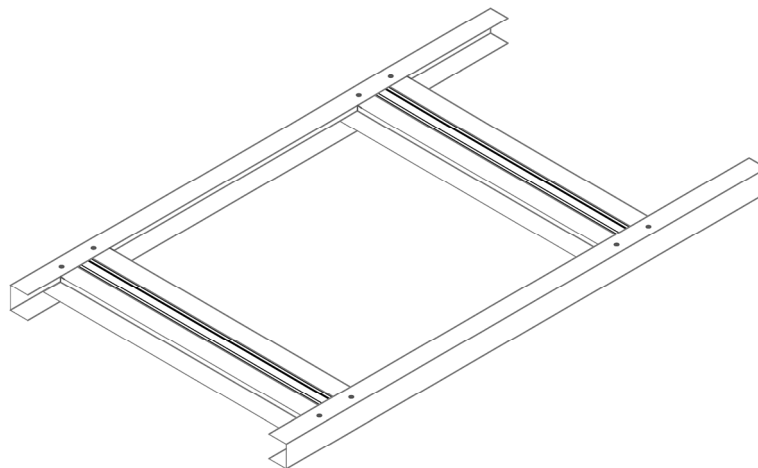

Рис. 3
- Разместить продольные профили и скрепить их с поперечными при помощи саморезов (рис.3), таким образом сформировав каркас панели Техстронг С, выполняющую функцию днища короба.